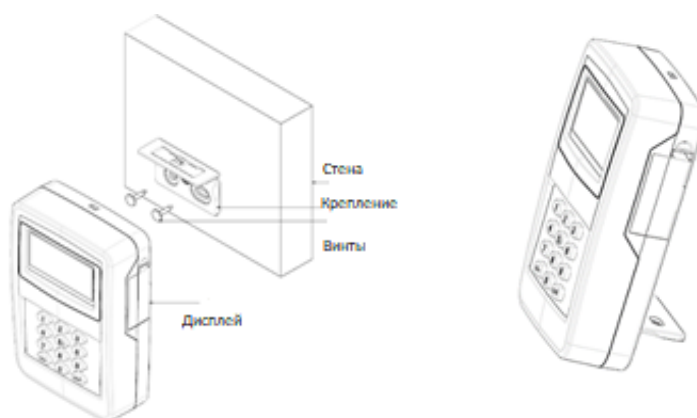

Рисунок 3 – Варианты установки
1.5.1 Дисплей может быть установлен двумя способами: на стене и на горизонтальной поверхности (рисунок 3). Температура, при которой эксплуатируется дисплей, не должна превышать допустимые значения (от $-10\text{ }^{\circ}\text{C}$ до $+50\text{ }^{\circ}\text{C}$).